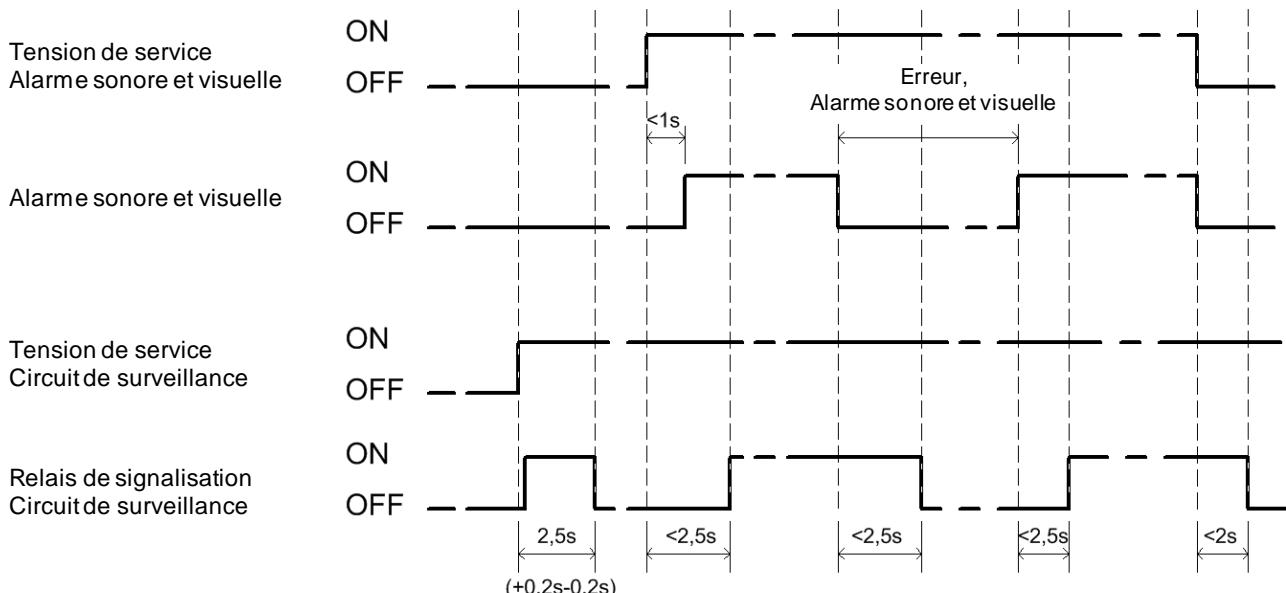

Figure 5 – Temps de réaction du relais de signalisation
Le système de commande et de guidage requis doit être en mesure d'effectuer une analyse d'erreur en émettant un signal d'erreur par rapport à l'état de fonctionnement du clignotant et du circuit de surveillance. Les dépendances suivantes entre l'état de service et la sortie de signalisation d'erreur sont possibles pour cette configuration. Veuillez également noter les états de commutation possibles comme indiqué sur la figure Figure 5 – Temps de réaction du relais de signalisation.
- a) Une mise en marche de la tension d'alimentation du voyant avec alimentation simultanée du circuit de surveillance en bon état, provoque un changement des contacts de relais S1 et S2. Si le changement ne se produit pas, une erreur s'est produite dans le témoin, dans le circuit de surveillance ou dans les câbles de raccordement, voir également les dépendances temporelles dans Figure 5 – Temps de réac-
Les deux sous-systèmes, le voyant et le circuit de surveillance ont des connexions d'alimentation séparées. Cela permet de vérifier la fonction et peut être exécuté comme suit (voir les dépendances temporelles Figure 5 – Temps de réaction du relais de signalisation) :
Des conclusions sur la possibilité de maintenir le temps de sécurité du processus peuvent être obtenues à partir du diagramme fonctionnel et de temporisation (Figure 5 – Temps de réaction du relais de signalisation). Voici les temps de réaction pour la génération du signal d'avertissement sonore et visuel et / ou l'état de commutation du relais de message de défaut en fonction de l'activation des tensions de fonctionnement indiquées.